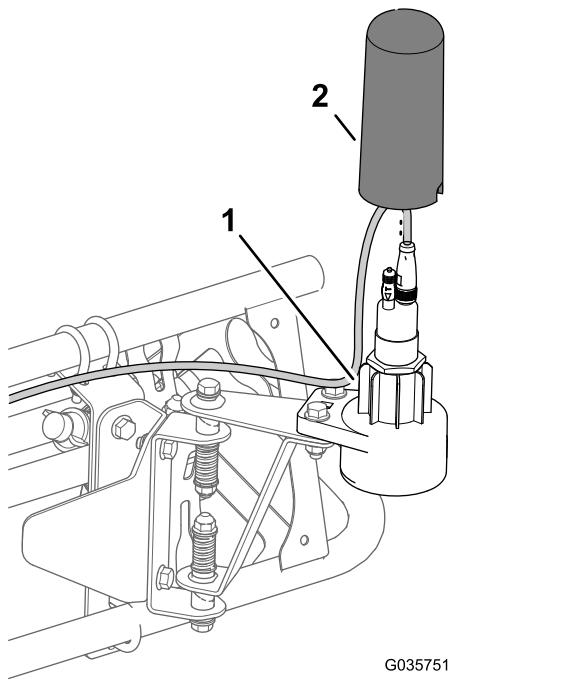

図25
4. センサーと下側ハウジングとに上側ハウジングを取り付ける図25。